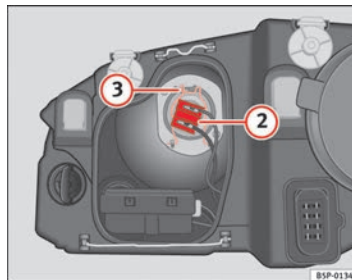

Abb. 167 Abblendlicht
- Ziehen Sie den Stecker ⇒ Seite 267, Abb. 167 ② von der Lampe ab.
- Die Haltefeder ⇒ Seite 267, Abb. 167 ③ durch Eindrücken und Rechtsdrehung abnehmen.